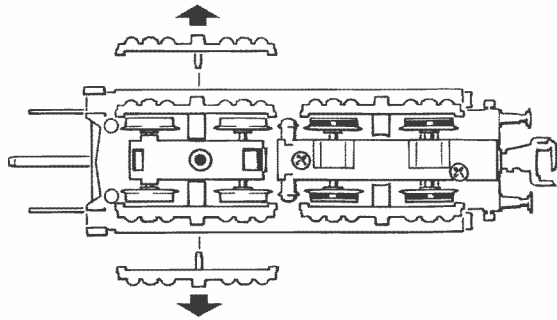

Fig. 12
1. Reinigung der Radstromkontakte: Radstromkontakte können auf unsauberen Schienen leicht verschmutzen. Entfernen Sie **vorsichtig** mit einem kleinen Pinsel **den Schmutz** an den in Fig. 12 gekennzeichneten Stellen.
1. Cleaning of wheel contacts: Wheel contacts easily get dirty on tracks which are not entirely clean. Use a small brush to **remove dirt** from spots marked in fig. 12.
Les lames de contacts risquent de s'encrasser rapidement sur des voies poussiéreuses. Veuillez **enlever la poussière** aux endroits marqués à la fig. 12 à l'aide d'un petit pinceau souple.
Démontez d'abord les flancs de bogies (fig. 12). Envelez les bandages d'adhérence à l'aide d'une aiguille ou d'un tourne-vis fin. Lors du montage des nouveaux bandages veuillez veiller à ce que les bandages **ne soient pas tor-dues** (fig. 14).